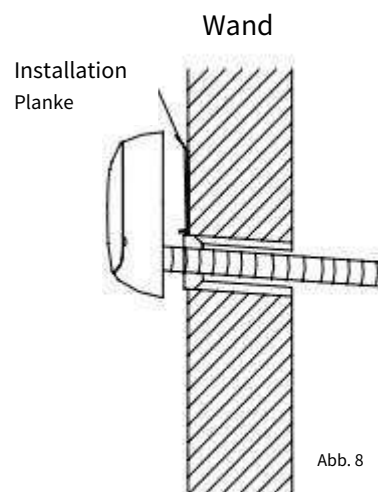

Abb. 8
- Montieren Sie das Innengerät an den beiden Haken im oberen Teil der Installationsplatte. (Siehe Abb. 8)